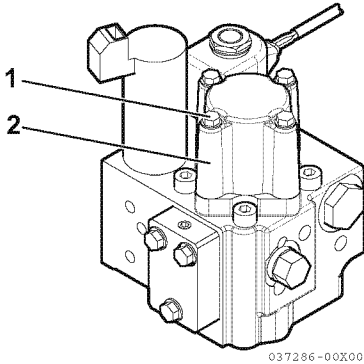

Figura 4
1. Rimuovere i quattro bulloni di montaggio (1, **Figura 4**) dalla valvola elettrica per la pesca a traina (2, **Figura 4**).